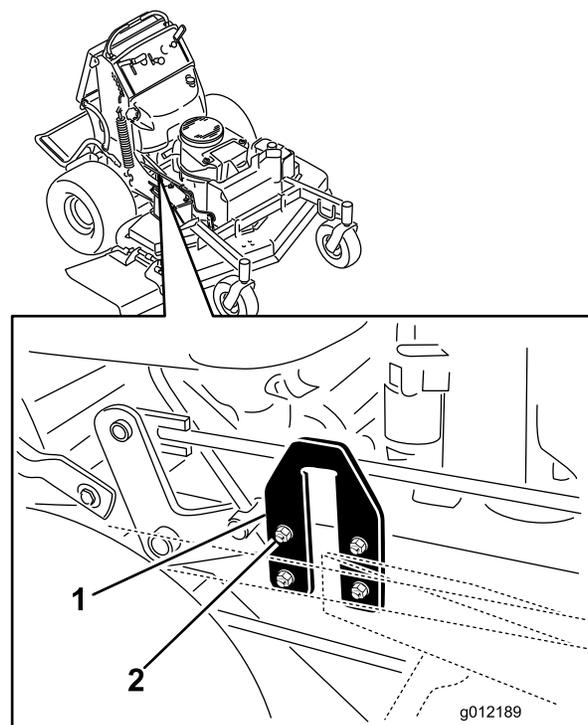

Figura 83
2. Localice las chapas con forma de U en los laterales de la plataforma del motor (Figura 83).
3. Afloje la chapa en un lado y ajústela hacia arriba o hacia abajo hasta que la diferencia entre las medidas **B** y **C** sea de no más de 6 mm (1/4 pulgada) (Figura 83).